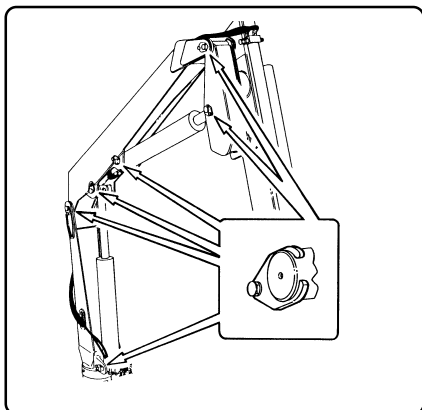

fig. 8.5.9
8.5.11 - Serraggio dei fermaspine (fig. 8.5.9)
8.5.11 - Tightness of the pin locks (fig. 8.5.9)